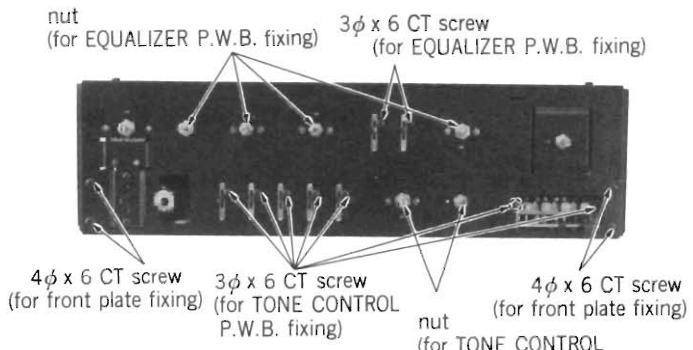

Fig. 3
- (3) Remove the two screws. (Fig. 3)
- (4) Remove the four nuts. (Fig. 3)
- (If replacement is difficult, remove the four screws of the front plate. (Fig. 3))
- (3) Remove the five screws and the two screws of the Front plate. (Fig. 3)
- (4) Remove the two nuts. (Fig. 3)
- (6) Remove the four screws of the Front plate. (Fig. 3)
- (3) Défaire les deux vis de fixation comme le montre la Fig. 3.
- (4) Défaire les quatre écrous comme le montre la Fig. 3.
(Si l'on éprouve des difficultés pour réaliser ce remplacement, défaire les quatre vis de panneau avant comme le montre la Fig. 3.).
- (3) Défaire les cinq vis de fixation et les deux vis de fixation de panneau avant comme le montre la Fig. 3.
- (4) Défaire les deux écrous comme le montre la Fig. 3.
- (6) Défaire les quatre vis de fixation de la panneau avant comme le montre la Fig. 3.